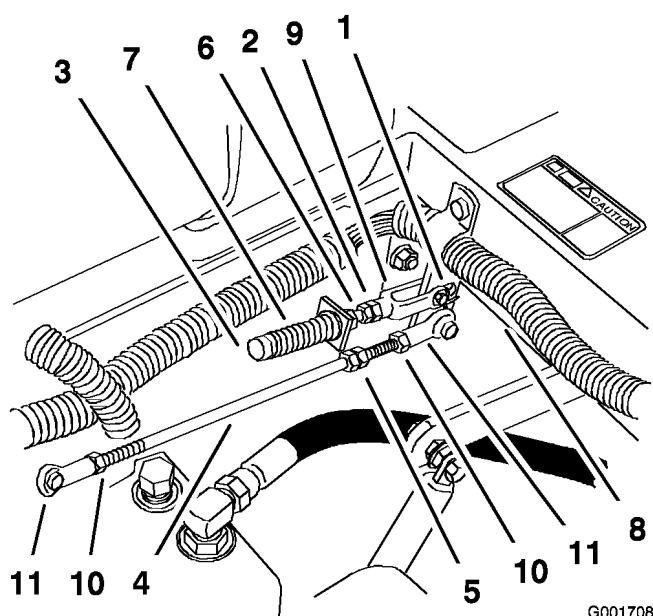

Figure 51
8. Si un réglage s'impose, desserrez l'écrou et l'écrou de blocage vissés contre la chape (Figure 51).
9. Appliquez une légère pression à l'arrière du levier, et tournez la tête du boulon de réglage dans le sens voulu pour centrer le levier à la position de verrouillage du point mort (Figure 51).
10. Serrez l'écrou et l'écrou de blocage (Figure 51).